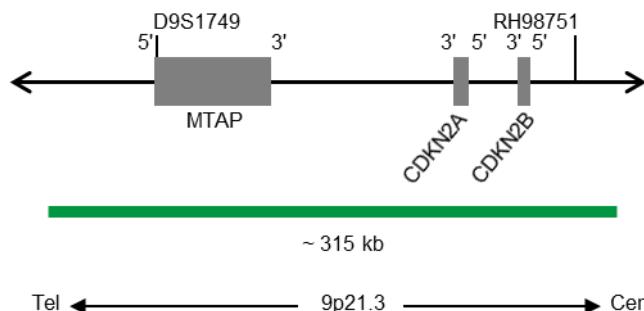

Fig. 1: SPEC CDKN2A Mappa della sonda (non in scala)
- Polinucleotidi (~10 ng/μl) marcati con ZyGreen (eccitazione 503 nm/emissione 528 nm), le cui sequenze target mappano in 9p21.3* (chr9:21,742,629-22,056,853) che ospitano la regione del gene CDKN2A (vedere Fig. 1).